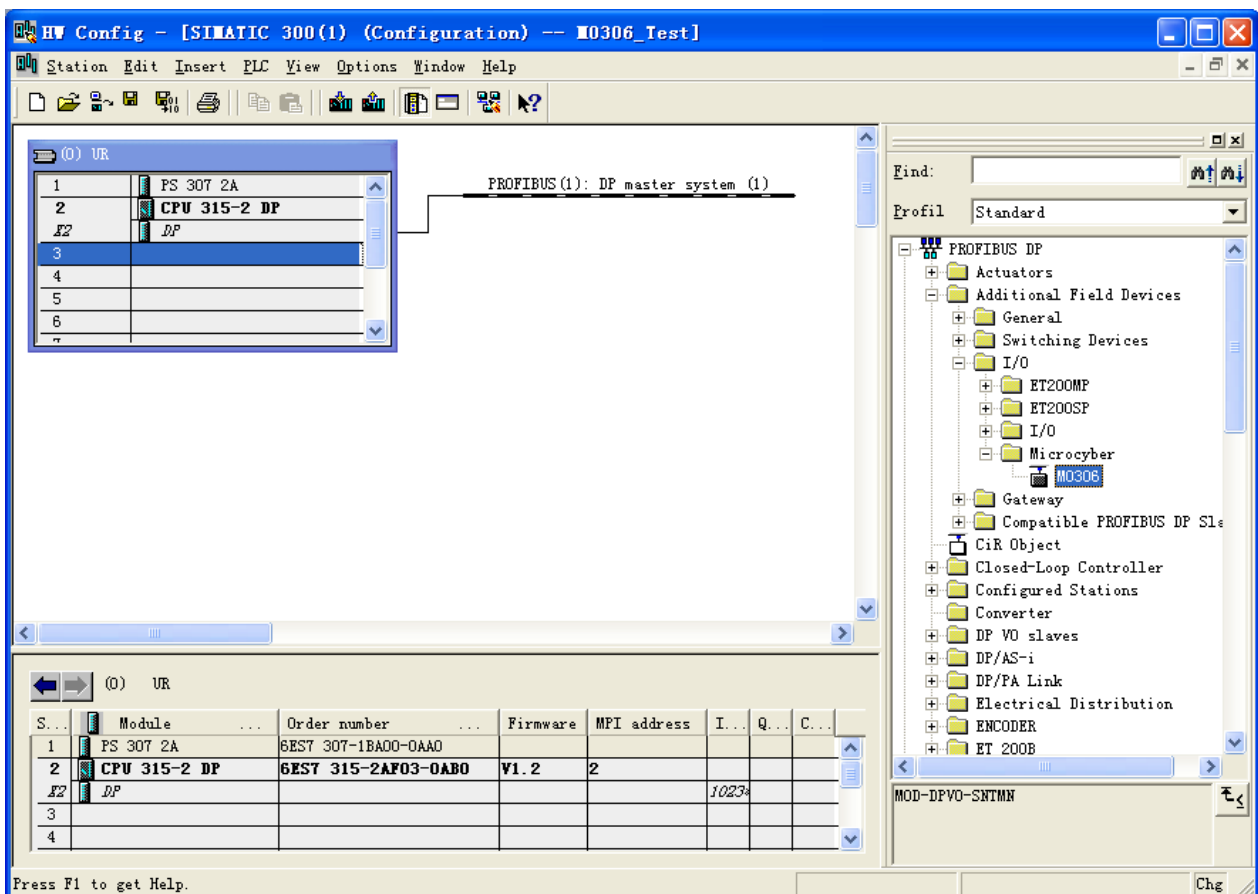

图 4.3 正确安装的设备
1) 安装好 GSD 文件后，模块将会出现在硬件组态界面的右侧树形列表中，如下图 4.3 所示：